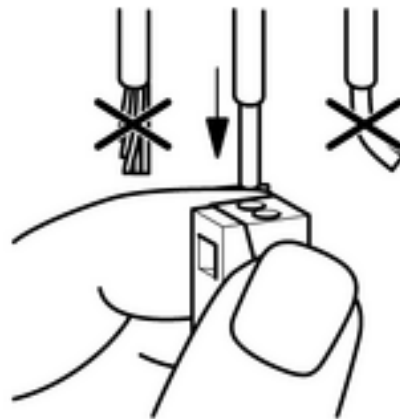

Figure 7: Raccordement du conducteur monofilaire
- Insérer jusqu'à la butée le conducteur monofilaire dans l'ouverture ronde côté installation (figure 7).